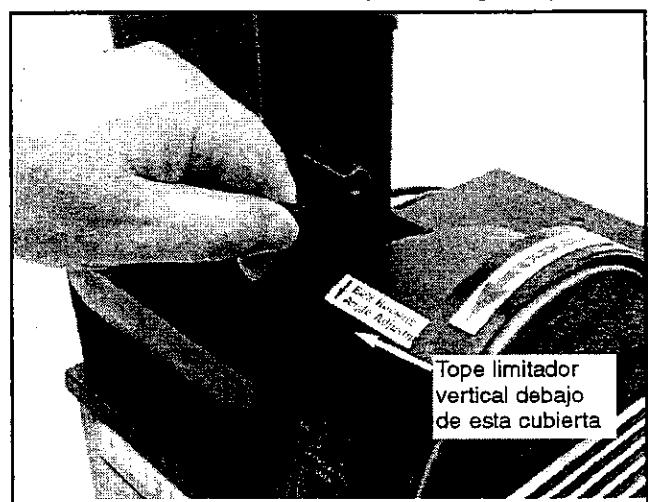

Figura 13 - Afloje el Perno para Inclininar el Conjunto de la Correa
Consulte la Figura 13.
- Afloje el perno de cabeza hueca que está roscado en la pieza de soporte de pivote. Se puede lograr acceso al perno a través de la cubierta de la correa (véase la Figura 13).